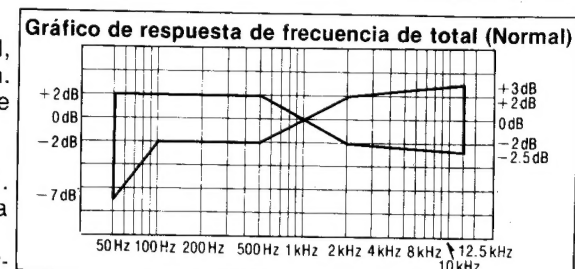
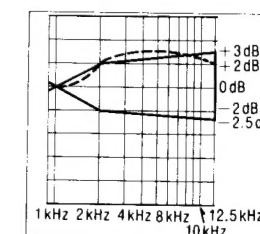
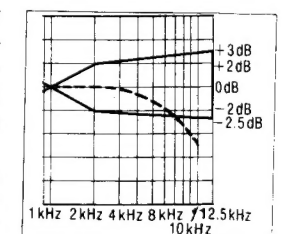

Fig. 10
Fig. 12
Fig. 13
6. Reproducir las señales grabadas en el paso 6, y comprobar si la curva de respuesta de frecuencia está dentro de los límites mostrados en el gráfico de respuesta de frecuencia total para las cintas normales (Fig. 10). (Si la curva está dentro de las especificaciones del gráfico, seguir con los pasos 7, 8 y 9). Si la curva no está dentro de las especificaciones del gráfico, ajustar de la forma siguiente:
Cuando la curva excede las especificaciones del gráfico de respuesta de frecuencia total (Fig. 10) tal como se muestra en la Fig. 12.
- 2) Repetir los pasos 5 y 6 para confirmación. (Seguir con los pasos 7, 8 y 9 si la curva está ahora dentro de las especificaciones del gráfico de la Fig. 10).
- 3) Si la curva todavía excede las especificaciones (Fig. 10), aumentar aún más la corriente de polarización y repetir los pasos 5 y 6.
Cuando la curva está por debajo de las especificaciones del gráfico de respuesta de frecuencia total (Fig. 10) tal como se muestra en la Fig. 13.
- 3) Si la curva todavía cae por debajo de las especificaciones del gráfico (Fig. 10), reducir aún más la corriente de polarización y repetir los pasos 5 y 6.